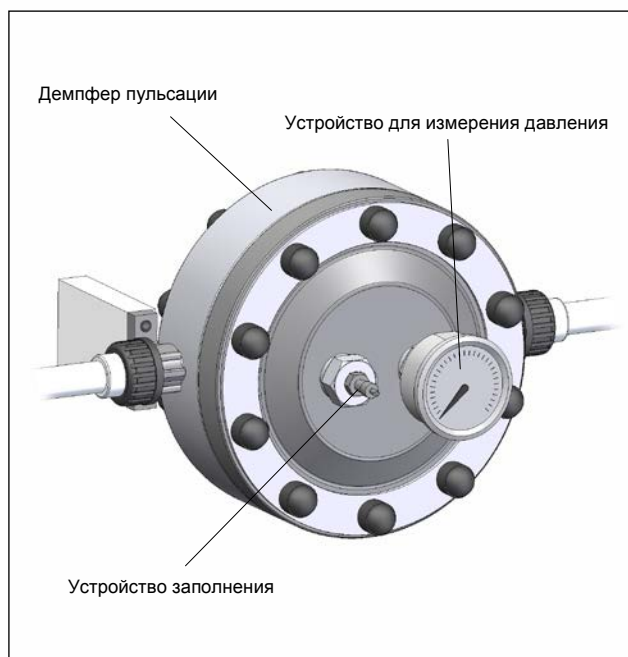

Рис. 11 Устройство для измерения давления, устройство заполнения
- Устройство заполнения или устройство для измерения давления и заполнения должно хорошо просматриваться и обслуживаться (см. рис. 11).